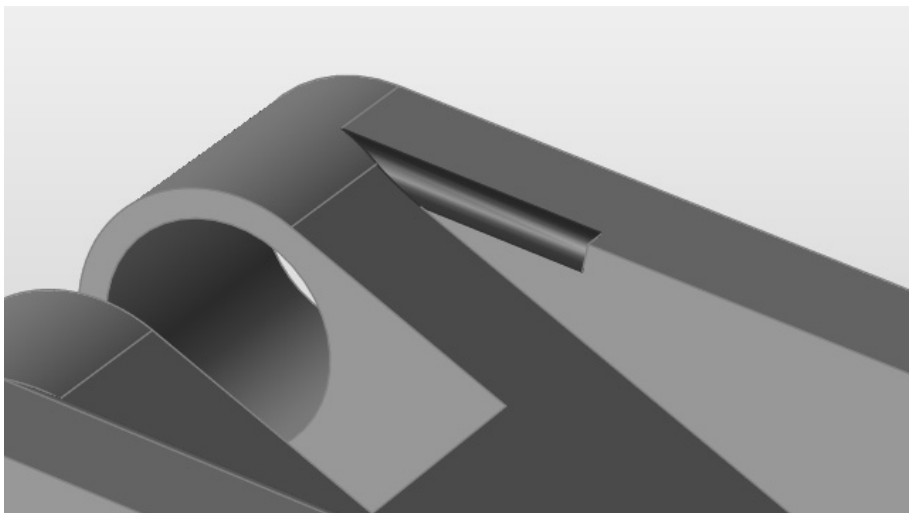

图 9-11
2) 放大模型左上角出现的单个倒角。将鼠标悬停在该倒角上，然后将其选中，如图 9-11 所示。